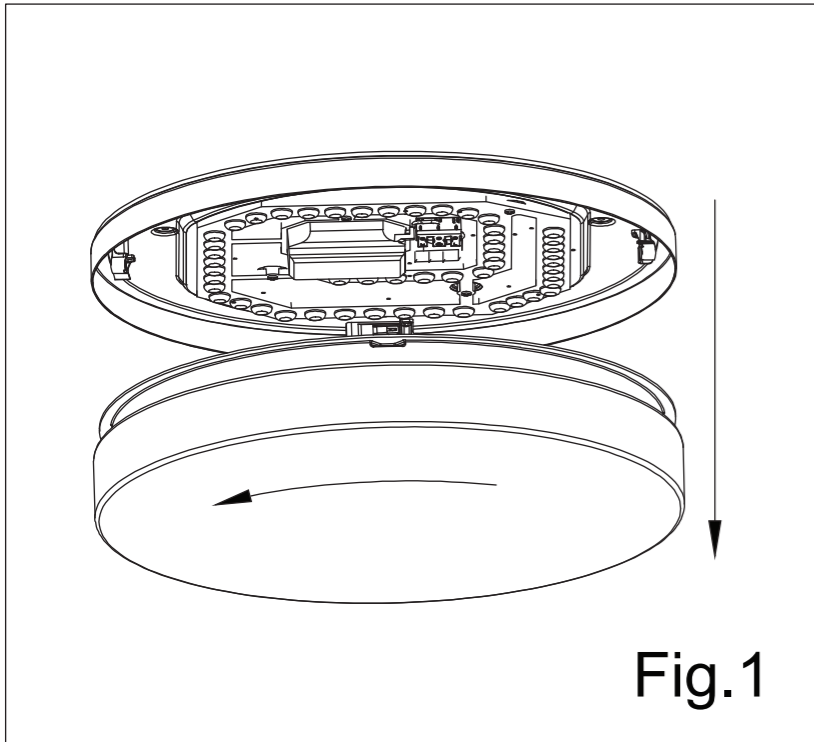

Fig.1
- Снимите монтажное основание на стене или потолке, повернув диффузор влево (рис. 1).